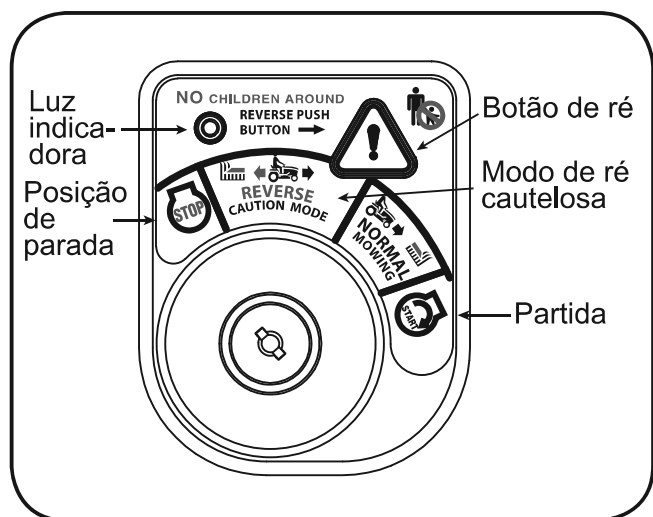

Figura 4-5
2. Gire a chave da posição de modo de corte normal (NORMAL MOWING, verde) para a posição de modo de ré com cautela (REVERSE CAUTION MODE, amarelo). Ver figura 4-5.
3. Pressione o botão de ré (REVERSE PUSH BUTTON, triangular laranja) no topo direito do módulo de ignição. A luz vermelha na parte superior esquerda do módulo de ignição se acenderá indicando que o modo de ré com cautela está ligado. Ver figura 4-5.